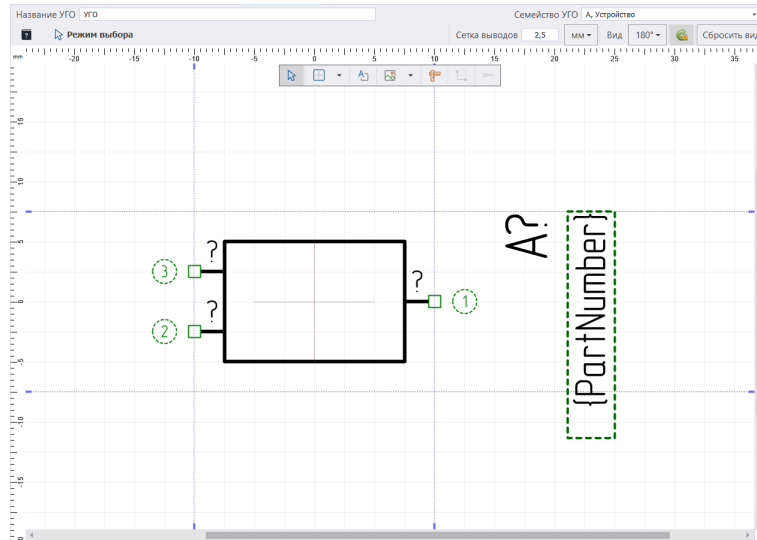

Рис. 157 Настройка параметров графики и атрибутов для отличного от базового представления (при повороте на 180°)
6. Переключиться на следующее выбранное представление (например, «180°») и настроить графику УГО и атрибуты, см. Рис. 157.